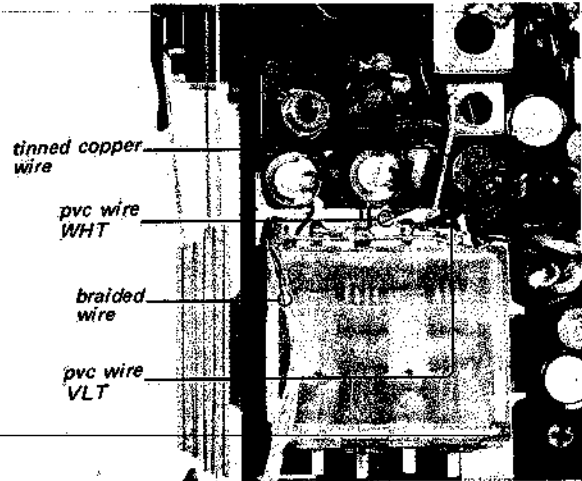

Fig. 1-3.
2. Unsolder the four wires shown in Fig. 1-3.